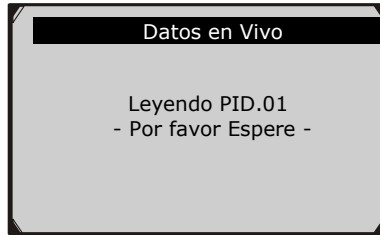

Figura 6.9
- 2) Espere unos segundos mientras la herramienta valida en totalidad el conjunto de parámetros PID MAP (Mapa de Identificación de Parámetros). (Figura 6.9)